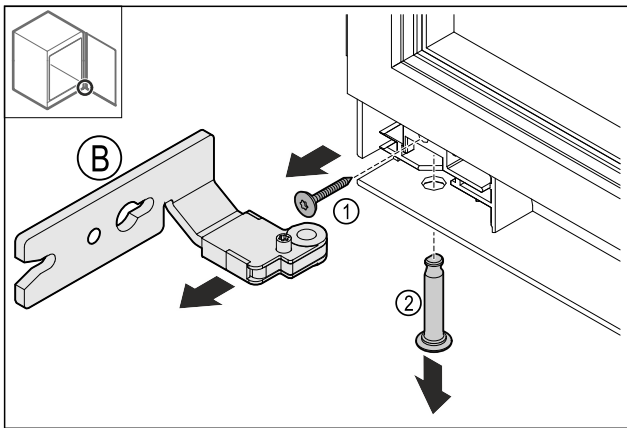

Fig. 18
- Hiqni vidën Fig. 18 (1).
- Hiqni bulonat Fig. 18 (2).
- Hiqni menteshën Fig. 18 (B).